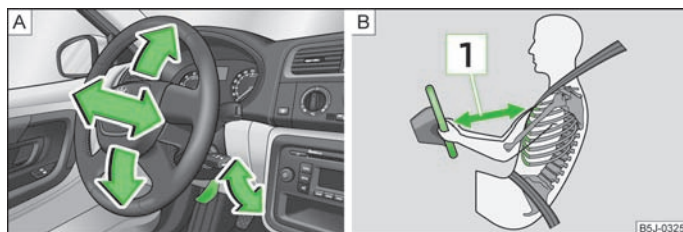

Abb. 78 Verstellbares Lenkrad: Hebel unter der Lenksäule / Sicherer Abstand zum Lenkrad
- Den Hebel unter dem Lenkrad nach unten schwenken » Abb. 78 - A.